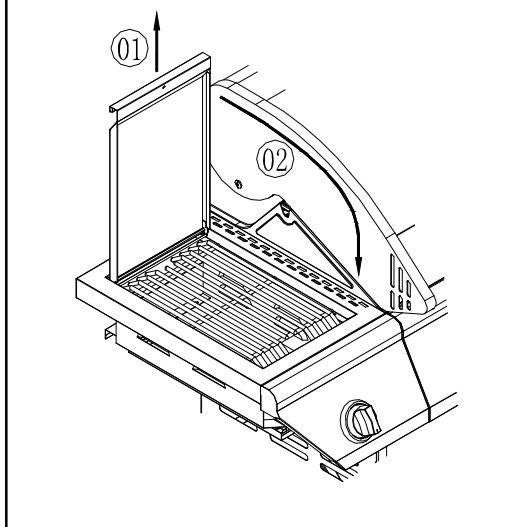
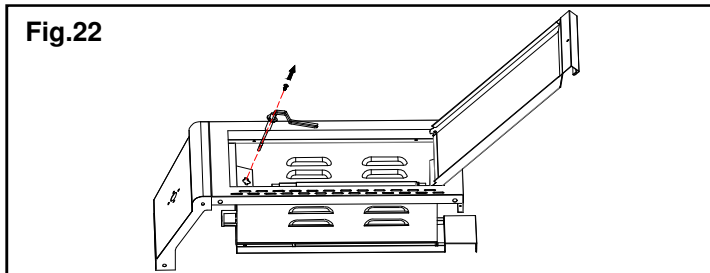
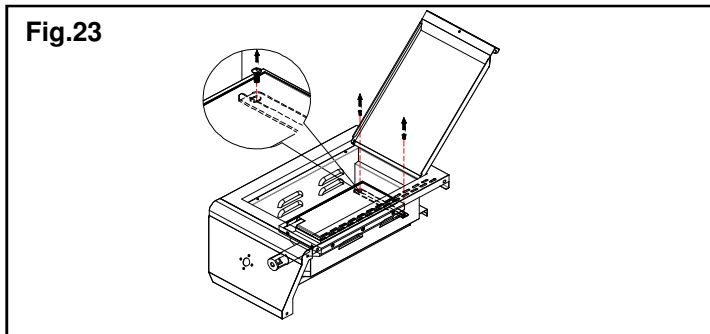

Fig.22
Fig.23
Fig.24
- Quite el encendedor del mechero lateral. Observe la Fig.22. Quite los dos tornillos en la parte trasera del embudo del mechero lateral observe la Fig.23, y luego saque el mechero lateral. Observe la Fig.24.